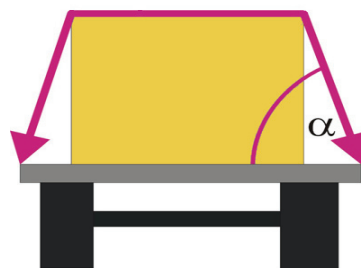

Bild 1:
- β = Horizontalwinkel (Bild 1)